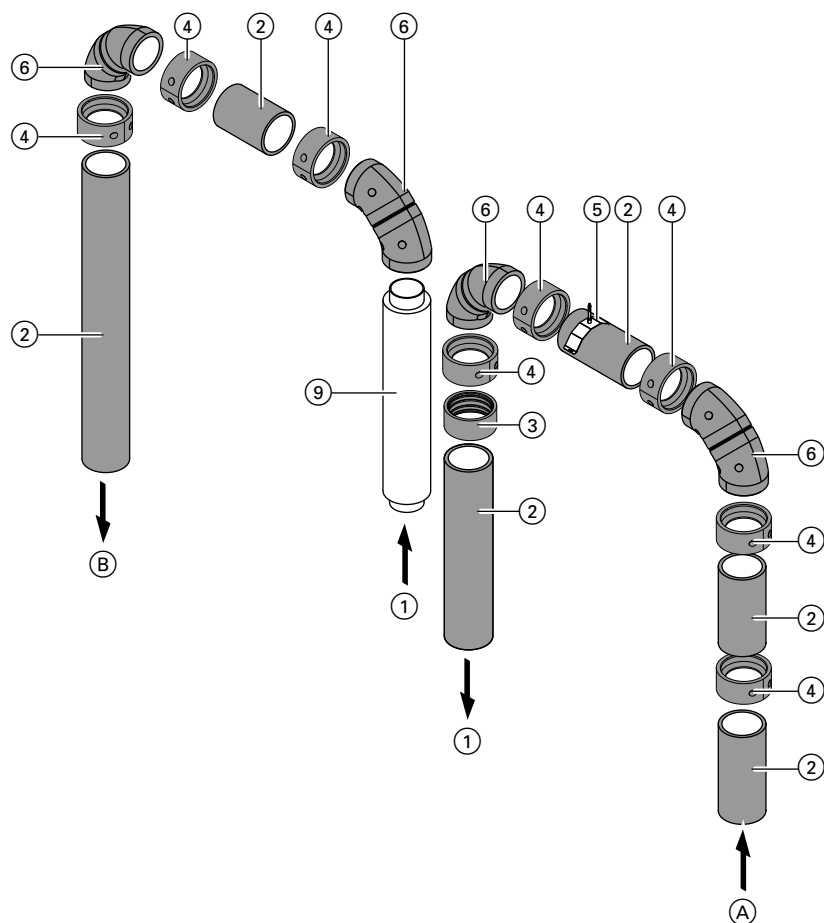

Abb. 20
**Positionen und Anschlussmaße zu Abb. 20**